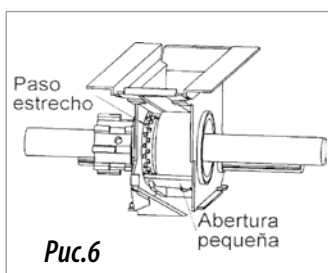

Рис.6
- Регулировка отверстия нижней заслонки дозатора добира в соответствии с размером посевного материала (рис. 6, 7 и 8).
- Узкий проход, маленькие отростки, для мелких семян (рис. 6).